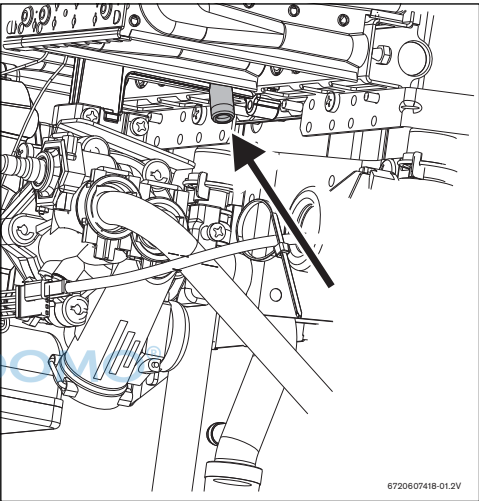

Bild 18 Messpunkt Düsendruck
- ▶ Verschlusschraube für Messstelle Düsendruck lösen (Bild 18).